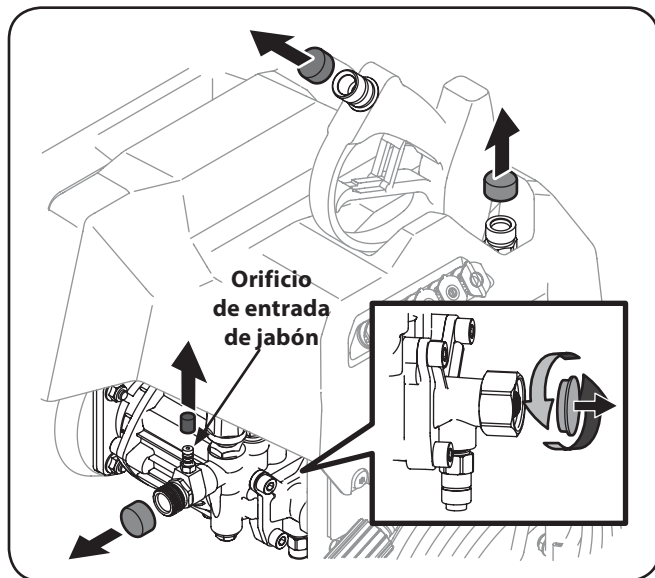

Figura 3-1
1. Extraiga las cinco tapas plásticas que aparecen en la Figura 3-1.
Nota: Las primeras cuatro tapas se extraen con sólo tirar como se muestra. Para extraer la tapa plástica del recuadro de la Figura 3-1, se la debe girar en el sentido contrario a las agujas del reloj. Si elige no instalar el tubo de entrada de jabón en este momento, la tapa plástica del orificio de entrada de jabón de la bomba de la lavadora a presión puede permanecer en su lugar.
1. Extraiga la tapa plástica del orificio de entrada de jabón de la bomba lavadora a presión, si aún no lo hizo. Vuelva a consultar la Figura 3-1.
3. Oprima el tubo de entrada de jabón en el orificio de entrada de la bomba de la lavadora a presión. Consulte nuevamente la Figura 3-1 para conocer la ubicación en la que se conecta el tubo de entrada.